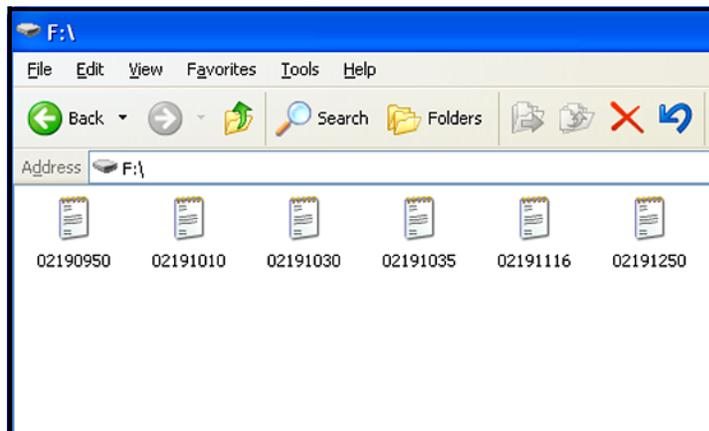

Рисунок 55: Список файлов регистрации
2. Щелкните по иконке Removable Disk (съёмный диск) и откроется окно, подобное изображенному *Рисунок 55* ниже. Имеющиеся файлы регистрации отображаются в окне.